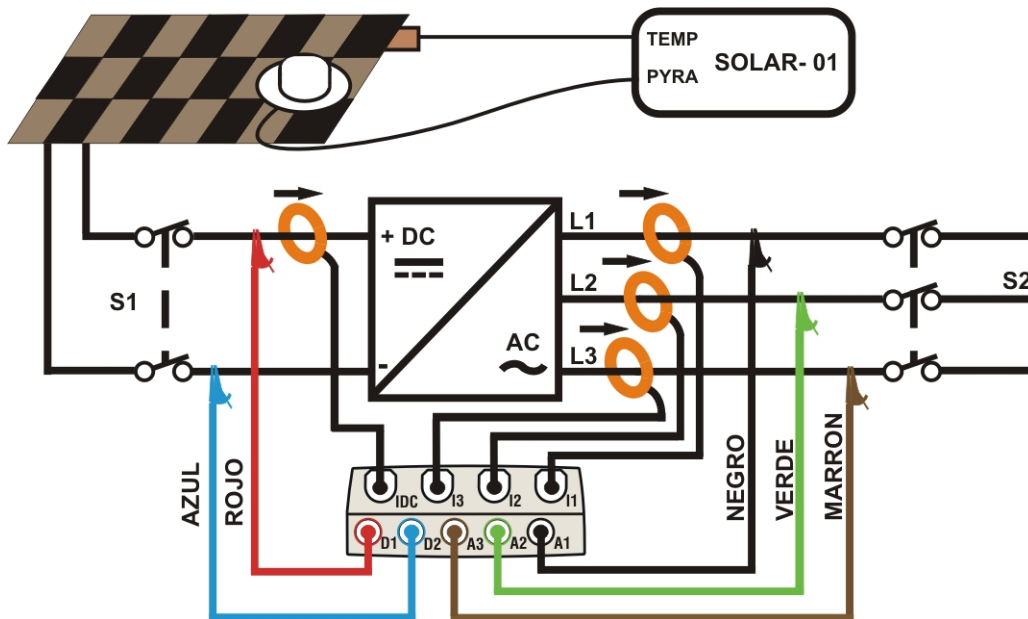

Fig. 216: Conexionado del instrumento en un sistema FV-3 con SOLAR-01
2. Conecte las entradas **D1** y **D2** respectivamente a los polos positivo y negativo de la salida del ramal. Conecte las entradas **A1**, **A2**, **A3** a los conductores de Fase respetando los colores como muestra la Fig. 216
4. Conecte las pinzas CA sobre los conductores de Fase L1, L2, L3 **respetando el sentido de la flecha** presente sobre la misma pinza como indica la Fig. 216. Conecte la salida de la pinza respectivamente a las entradas **I1**, **I2**, **I3** del instrumento
5. Conecte las pinzas CA sobre los conductores de Fase L1, L2, L3 **respetando el sentido de la flecha** presente sobre la misma pinza como indica la Fig. 216. Conecte la salida de la pinza respectivamente a las entradas **I1**, **I2**, **I3** del instrumento